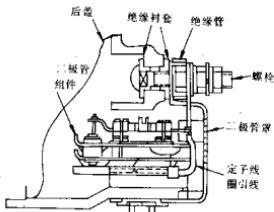

图1-23 二极管安装图
1) 在图1-23所示的后盖上，安装元件板。然后，把定子线圈的各引线连到二极管组件的电极板上。